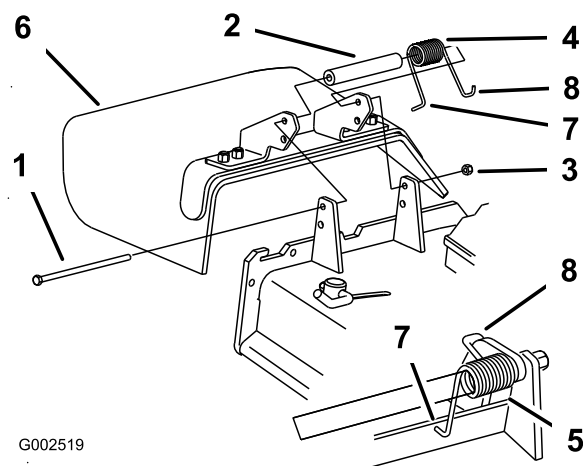

Figure 42
1. Retirez le contre-écrou, le boulon, le ressort et l'entretoise qui fixent le déflecteur aux supports de pivot (Figure 42).
Remarque: Prenez soin de placer l'extrémité en L du ressort derrière le bord du tablier avant de mettre le boulon en place, comme montré à la Figure 42.
5. Placez l'extrémité en J du ressort autour du déflecteur d'herbe (Figure 42).